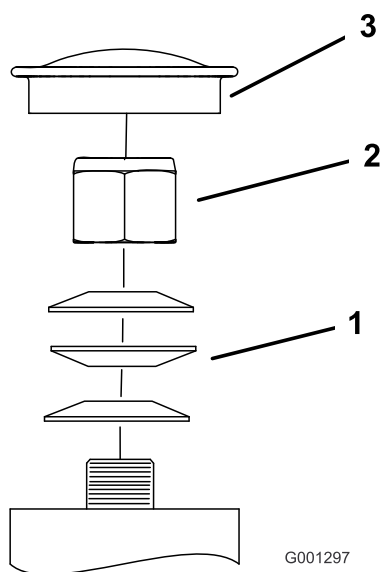

Figura 77
3. Retire el tapón guardapolvo de la rueda giratoria y apriete la contratuerca (Figura 77).
4. Apriete la contratuerca hasta que las arandelas de muelle estén planas, luego afloje $\frac{1}{4}$ de vuelta para establecer la pre-carga correcta de los cojinetes (Figura 77).
Importante: Asegúrese de que las arandelas de muelle están correctamente instaladas, según se muestra en Figura 77.
5. Coloque el tapón anti-polvo (Figura 77).